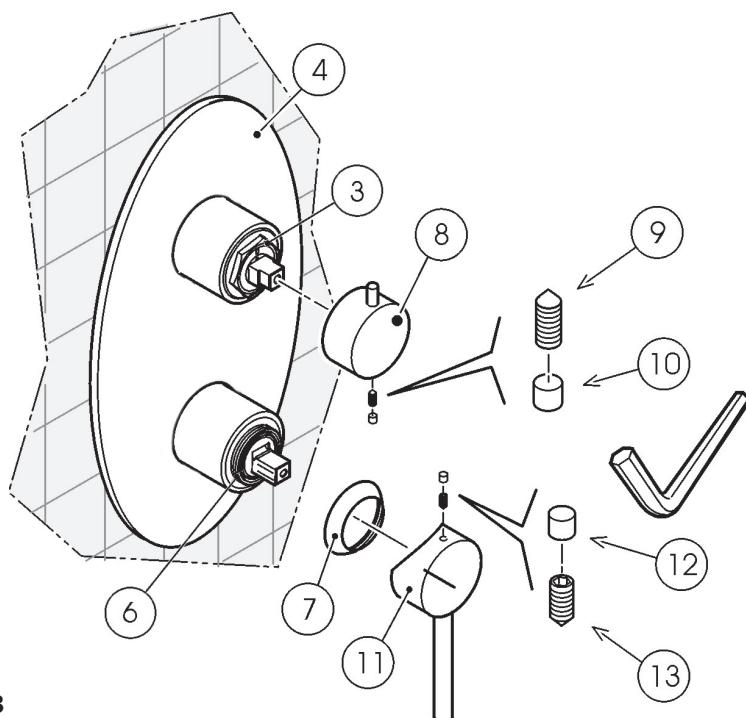

Fig. 13
- Avvitare le ghiere (3) (6) e serrare, avvitare anche il coprighiera (7) Coprire con il rosone (4); montare la maniglia (8), bloccare con il grano (9) e chiudere con il tappo (10) . Inserire la maniglia di erogazione/miscelazione (11) bloccare con il grano (13) e chiudere con il tappo (12) (Fig 13)
- Screw in lock nuts (3) (6) and fasten, screw in the lock nut cap (7) Cover with wall trim (4); mount the knob (8), lock in place with grub (9) and seal with cap (10). Insert the supply/mixer lever (11) lock in with grub (13) and seal with cap (12) (Fig 13).